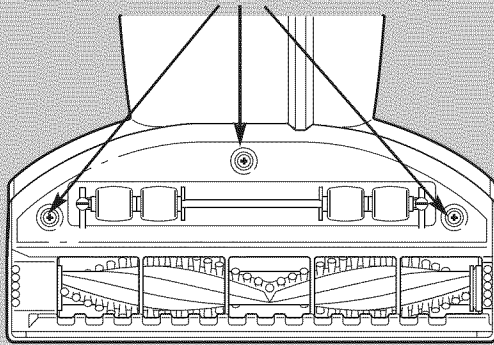

Fig. 11
- 26 Remove the three screws that secure the base plate that covers the brushroll (Fig. 11).
- 26 Retirez les trois vis qui assujettissent la plaque de base couvrant la brosse rotative (Fig. 11).
- 26 Retire los tres tornillos que aseguran la placa base que cubre el cepillo (Fig. 11).